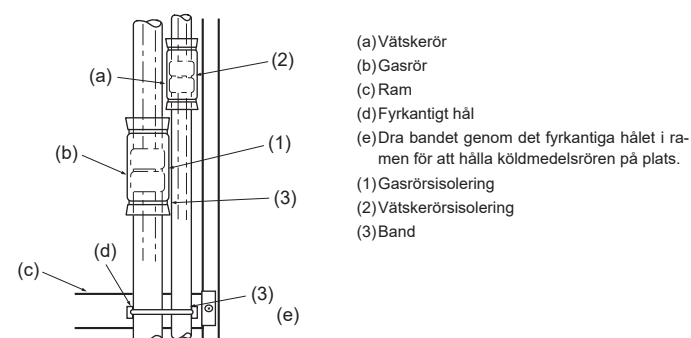

Fig. 4-5
Isolera flänsskarvarna (1) och (2) på gas- och köldmedelsrören helt och hållet. Om någon av skarvarna är frilagd, kan kondens droppa ned. (Fig. 4-5)
- Fäst gasrörsisoleringen (1) och vätskerörsisoleringen (2) i båda ändar, så att de inte kan glida och hamna i linje med varandra.
- Efter det att isoleringen anbringats, ska bandet (3) användas till att fästa köldmedelsröret till ramen (under rörskarvsdelen). Detta förhindrar att köldmedelsröret lyfter ifrån ramen.